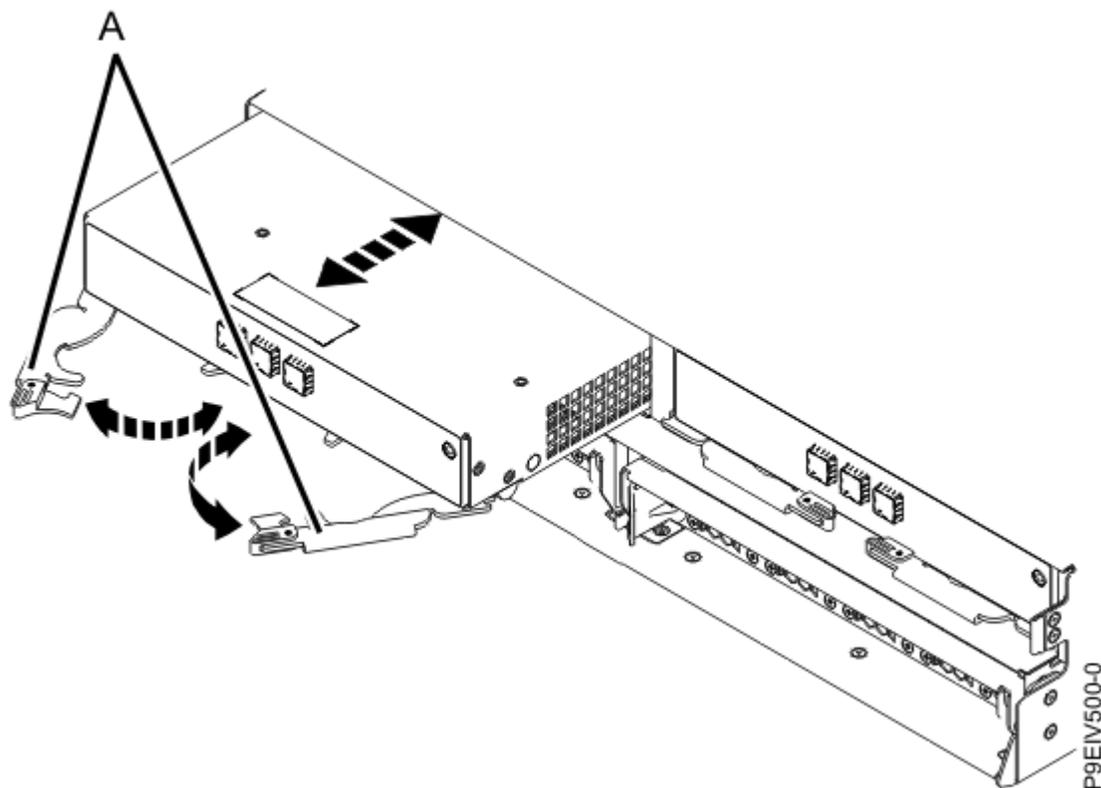

Figure 1. Retrait d'un gestionnaire ESM du boîtier d'unité de disque
- b) Ouvrez les deux leviers de dégagement (**A**) comme illustré dans Figure 1, à la page 10.